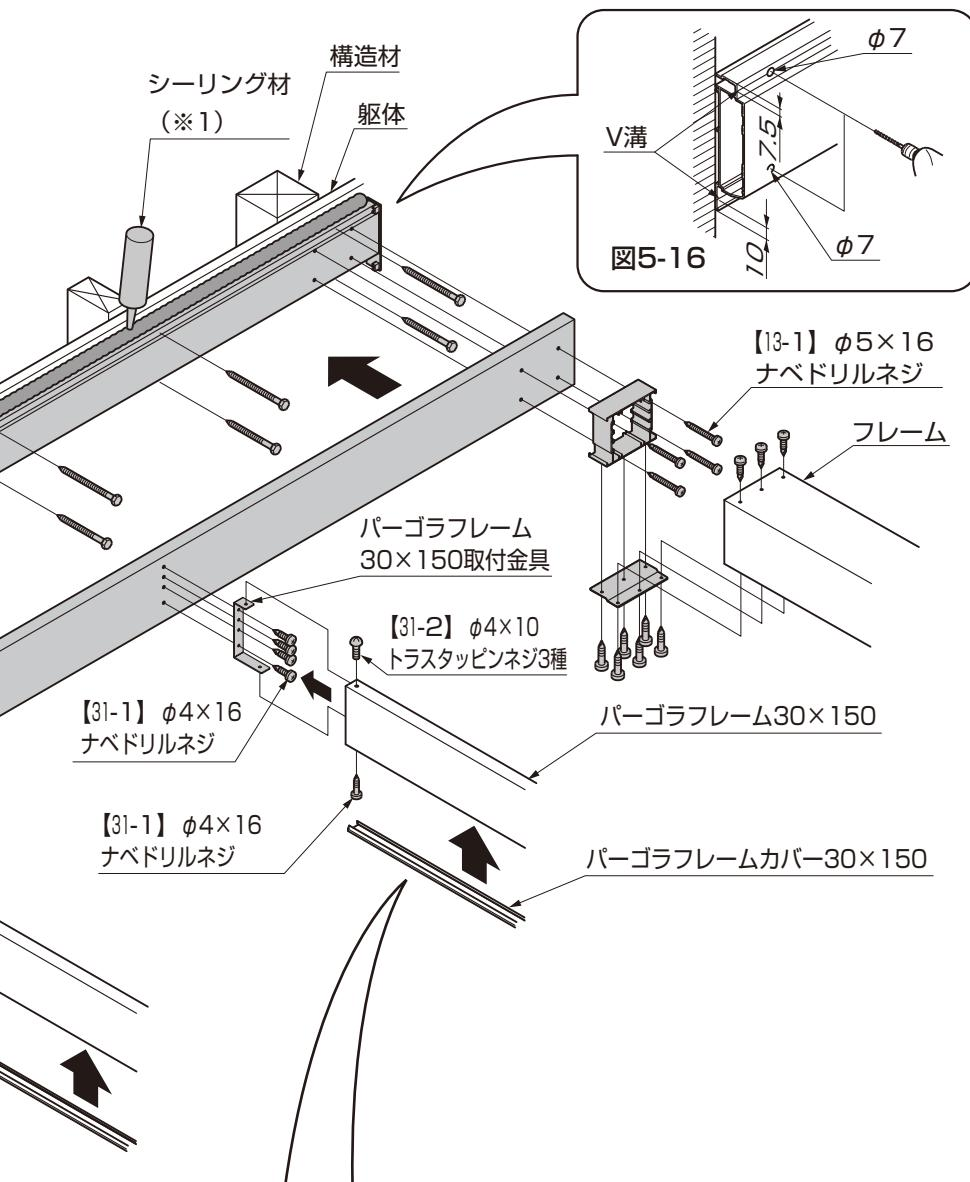

図5-14
- ①パーゴラフレーム30×150取付金具をフレームに【31-1】で取付けてください。(図5-14参照)